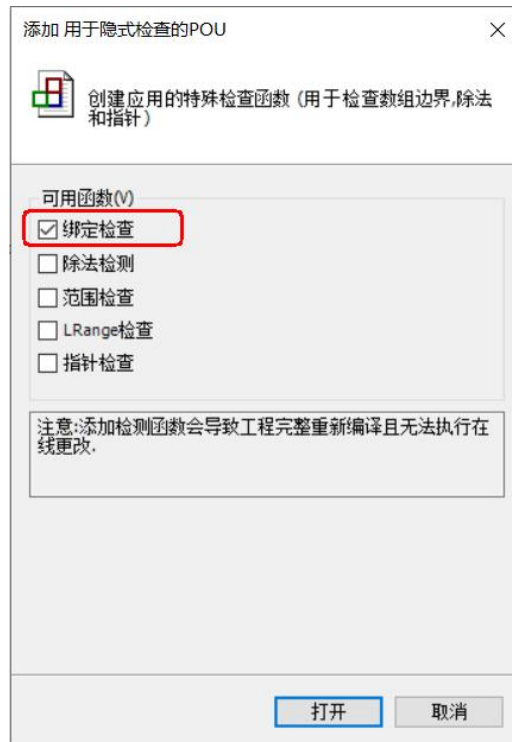

图 16.16 勾选“绑定检查”
- 在弹出界面勾选“绑定检查”，点击“打开”，如图 16.16 所示；